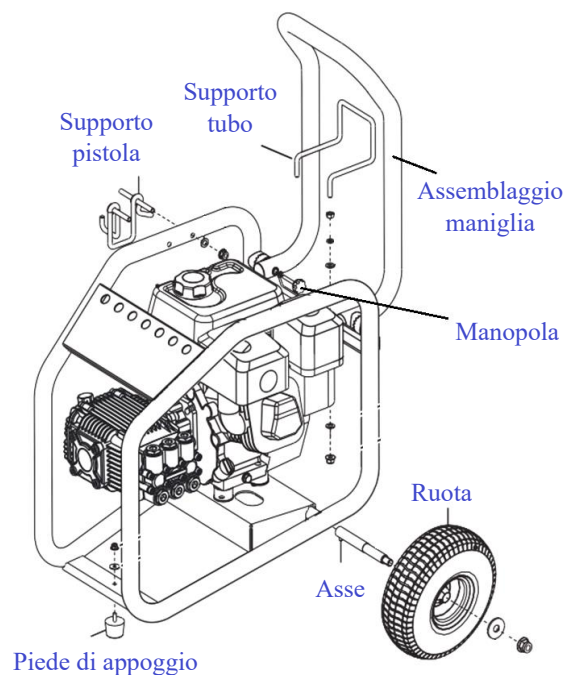

Fig. 3
4.3- Montaggio - PRNHP22T (come illustrato nella Fig. 3)
- Allentare la manopola per aprire la maniglia come mostrato nella Fig. 3, quindi serrare la manopola.